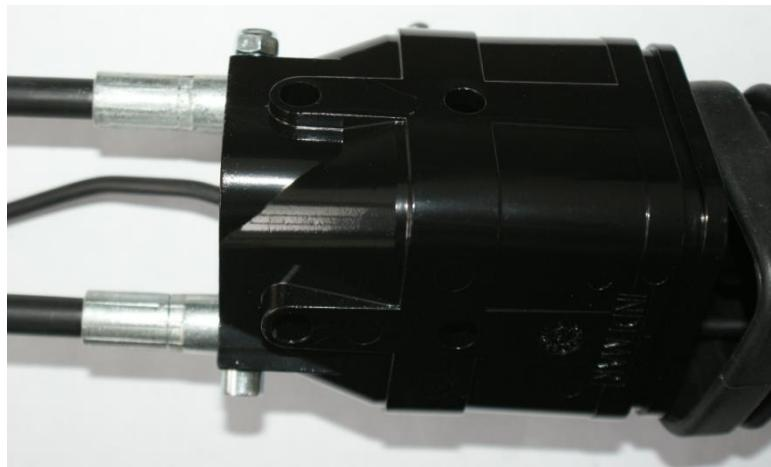

Рисунок 2.26
- зафиксировать рубашки тросов в корпусе джойстика винтом с гайкой из комплекта (рис. 2.26).